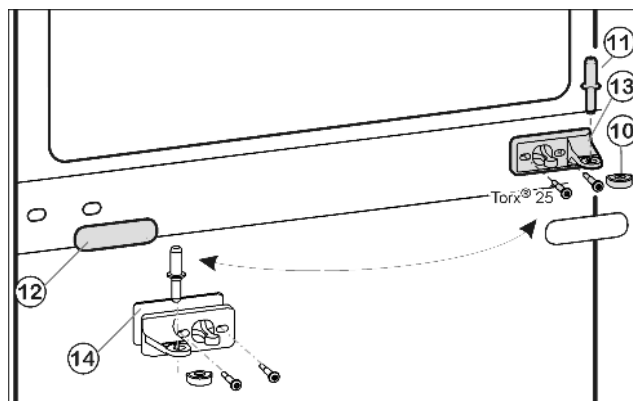
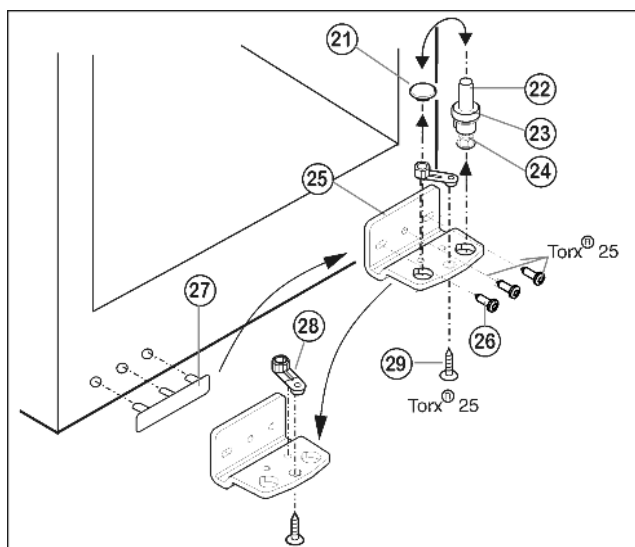

Fig. 9
Fig. 10
- ▶ Wyjąć środkowy sworzeń zawiasu Fig. 9 (11) z płytki zawiasu i dolnych drzwi.
- ▶ Wyjąć zaślepkę z tworzywa sztucznego Fig. 9 (10).
- ▶ Odkręcić środkową płytkę zawiasu Fig. 9 (13) (2 razy Torx® 25).
- ▶ Ostrożnie zdjąć osłonę Fig. 9 (12).
- ▶ Środkową płytkę zawiasu Fig. 9 (13) z podkładką Fig. 9 (14) obrócić o 180° przykręcić mocno na nowej stronie zawiasu (z siłą 4 Nm).
- ▶ Założyć zaślepkę Fig. 9 (12) obrócić o 180° po nowej stronie uchwyty.
- ▶ Trzpień zawiasu Fig. 10 (22) kompletny, z podkładką Fig. 10 (23) i nóżką Fig. 10 (24), wyciągnąć do góry.
- ▶ Unieść zatyczki Fig. 10 (21).
- ▶ Odkręcić Fig. 10 (25) płytkę zawiasu Fig. 10 (26).
- ▶ Odkręcić element zawiasu Fig. 10 (28) Fig. 10 (29), przełożyć do przeciwległego otworu zawiasu i tam dokręcić.
- ▶ Zdjąć i przełożyć osłonkę po stronie uchwyty Fig. 10 (27) na przeciwległą stronę.
- ▶ Przykręcić mocnopłytkę zawiasu Fig. 10 (25) na nowej stronie (z siłą 4 Nm), w razie potrzeby za pomocą wkrętarki akumulatorowej.
- ▶ Zatyczki Fig. 10 (21) ponownie włożyć do innego otworu.
- ▶ Trzpień zawiasu Fig. 10 (22) kompletny, z podkładką i nóżką włożyć ponownie. Przy tym zwrócić uwagę, by krzywką zatrzaskowa wskazywała do tyłu.
- ▶ Założyć dolne drzwi od góry na dolny sworzeń zawiasu Fig. 10 (22).
- ▶ Ponownie założyć zaślepkę z tworzywa sztucznego Fig. 9 (10) na środkową płytkę zawiasu Fig. 9 (13).
- ▶ Po nowej stronie zawiasu przełożyć środkowy sworzeń zawiasu Fig. 9 (11) przez środkową płytkę zawiasu Fig. 9 (13), wkładając go w dolne drzwi.
- ▶ Założyć górne drzwi na środkowy sworzeń zawiasu Fig. 9 (11).
- ▶ Korzystając ew. z obu podłużnych otworów w dolnej płytce zawiasu Fig. 10 (25) i środkowej płytce zawiasu Fig. 9 (13) ustawić drzwi w jednej linii z obudową urządzenia. W tym celu wykręcić środkową śrubę z płytki zawiasu u dołu Fig. 10 (25).